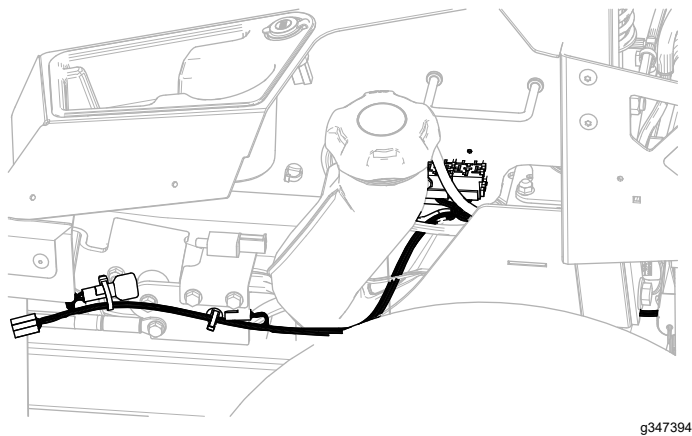

Bild 18
2. Verlegen Sie den Kabelbaum (**Bild 18**) entlang der linken Seite des Rahmens und durch die in Schritt 1 installierte Druckbefestigung.